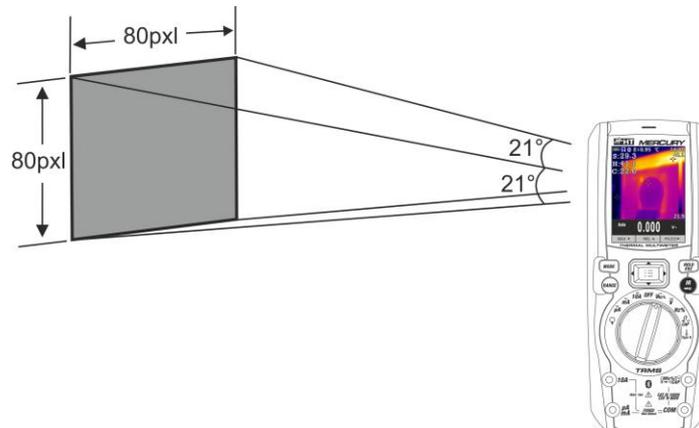

Abb. 39: Darstellung des Sichtfeldes (FOV) des Geräts MERCURY
7. Für genaue Temperaturmessungen, stellen Sie sicher, dass die Oberfläche des gemessenen Gegenstands immer größer ist, als die messbare Oberfläche, die durch das Sichtfeld (FOV) des Geräts gegeben ist. Das Gerät MERCURY hat ein Sichtfeld von 21° x 21° und eine Auflösung von 80x80 (6400) pxl, siehe Abb. 39